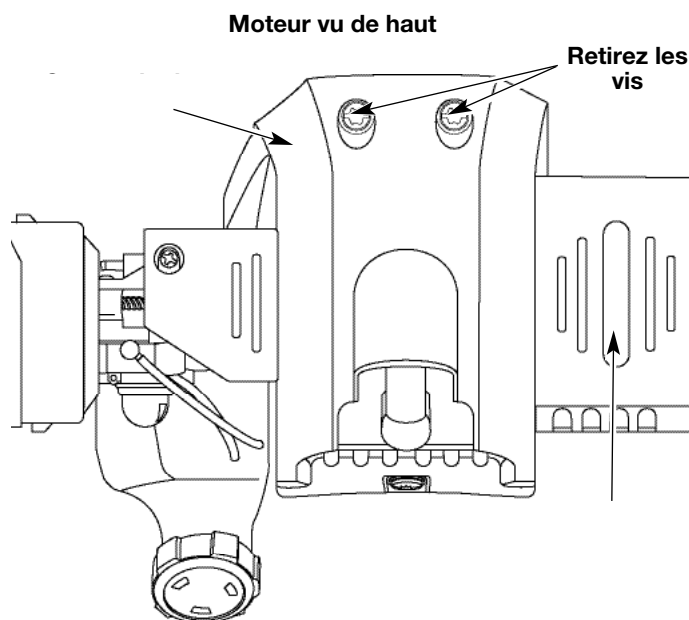

Fig. 23
1. Enlevez les deux vis (2) du haut du couvercle du moteur à l'aide d'un tournevis à lame plate ou T-25 Torx (Fig. 23).